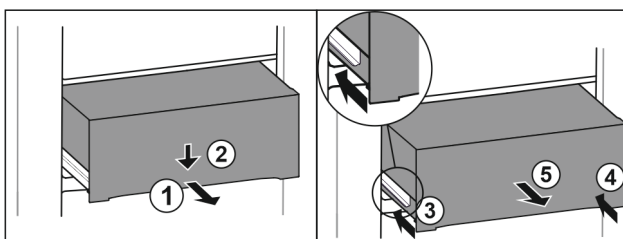

Fig. 91
- ▶ Extrageți pe jumătate sertarul. Fig. 91 (1)
- ▶ Apăsați în jos sertarul pe partea frontală. Fig. 91 (2)
- ▶ Inserați șina stângă aproximativ 2 cm. Fig. 91 (3)
- ▶ Inserați șina dreaptă aproximativ 2 cm. Fig. 91 (4)
- ▶ Extrageți sertarul spre înainte. Fig. 91 (5)